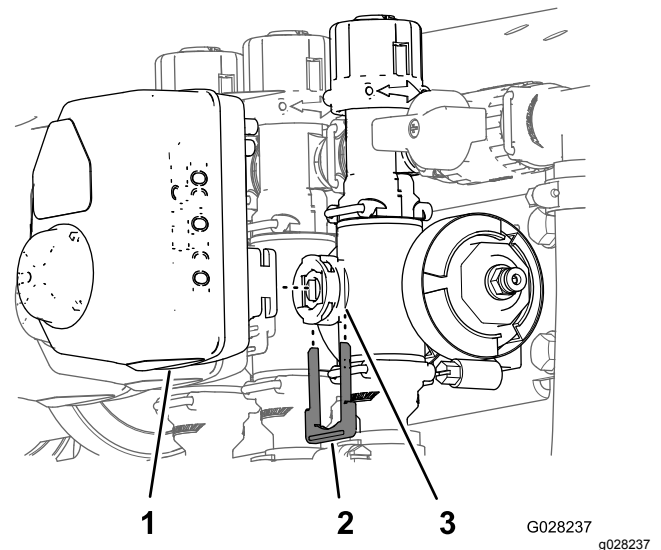

Bild 109
3. Entfernen Sie den Halter, mit dem der Aktuator am Verteilerventil für das Dosierungsregelventil, dem Rührwerkventil, dem Hauptauslegerventil oder dem Auslegerabschnitt-Ventil befestigt ist (Bild 109).